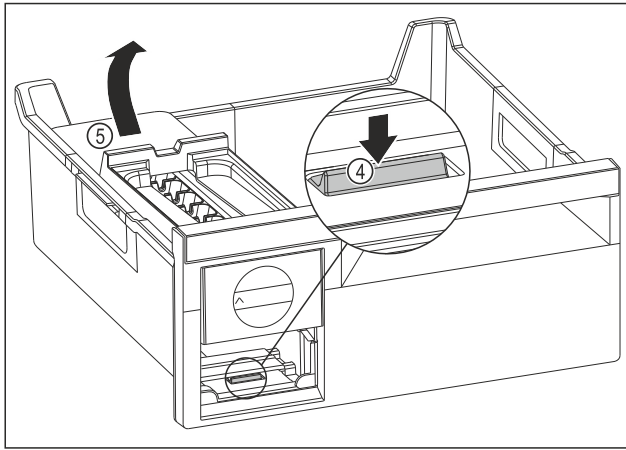

Fig. 157
- ▶ EasyTwist-Ice-Korpus entnehmen: Lasche Fig. 157 (4) mit Finger nach unten drücken und gleichzeitig mit der anderen Hand den EasyTwist-Ice-Korpus Fig. 157 (5) von hinten anheben.